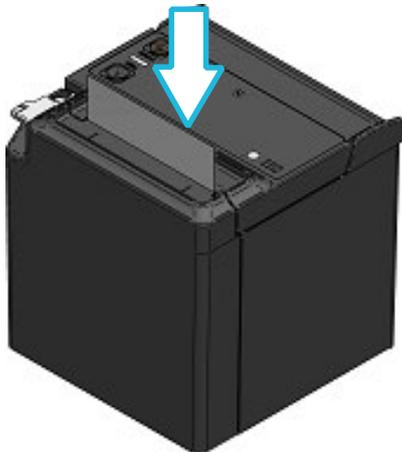

Abbildung 8-7 Papierabdeckung
- (5) Drücken Sie fest auf den in Abbildung 8-7 und Abbildung 8-8 durch den Pfeil gekennzeichneten Bereich, um die Papierabdeckung zu schließen und eine einseitige Verriegelungsstörung zu vermeiden.